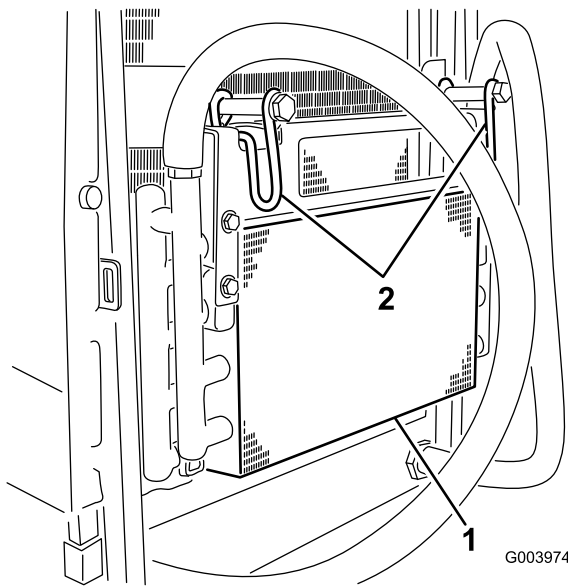

Figura 71
5. Articule os trincos para dentro para libertar o arrefecedor do óleo (Figura 71).